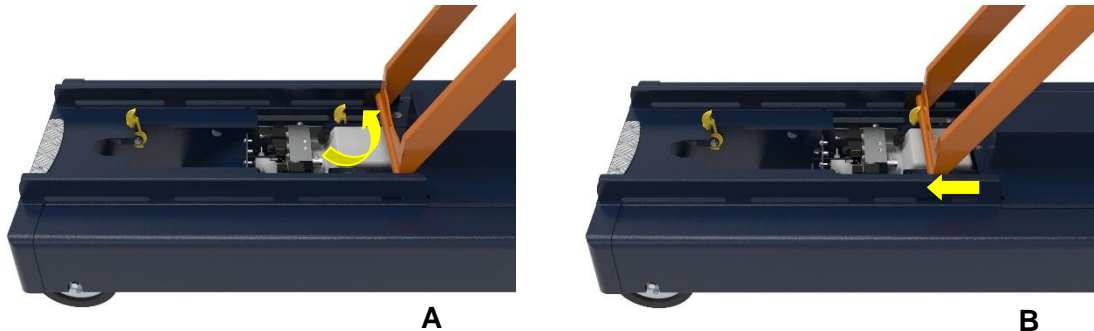
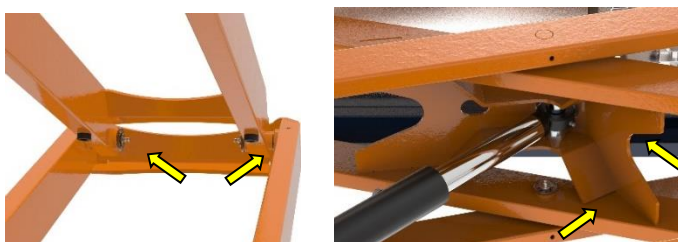

Figura 9.1 A-B: Apertura del blocco della forbice
Figura 9.2: Posizione degli alberi delle forbici e degli ingrassatori delle teste degli steli dei cilindri
Per gli interventi di manutenzione sopra, sotto o dentro la struttura della forbice, aprire il dispositivo di bloccaggio della forbice. Rimuovere la piastra di copertura (Figura 9.1 A). Aprire il fermo con la forbice sollevata. Abbassare la forbice (B) fino ad appoggiarla contro il fermo di sicurezza. Ora spegnere l'unità *BENOMIC S* mediante l'interruttore principale.
Gli alberi della forbice scorrono su boccole. I componenti interni della forbice sono collegati a quelle esterne mediante un albero. Per prevenire la ruggine sugli alberi, lubrificarli almeno una volta all'anno con un lubrificante universale mediante un ingrassatore. Sollevare la forbice e bloccare l'unità con il blocco forbice (vedere la figura 9.1). Appoggiare la pistola lubrificante sui cappucci (vedere la figura 9.2) e iniettare il lubrificante fino a quando non fuoriesce dai bordi esterni delle boccole.